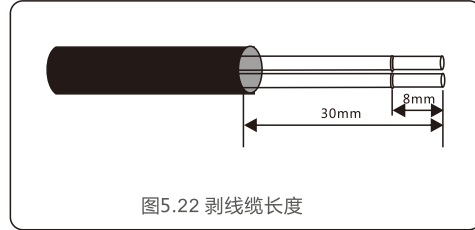

图5.22 剥线缆长度
1. 利用剥线钳，将通信线缆的钢铠和线芯的绝缘层，剥去适合的长度。(如图5.22所示)。